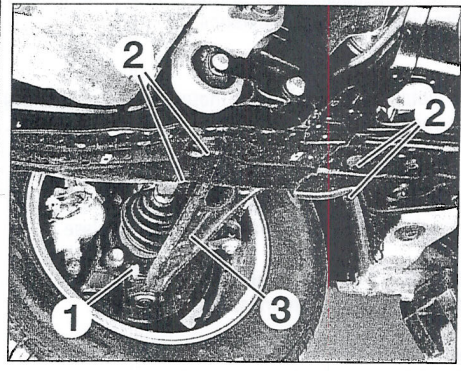

FIGURA 6-6
- Desmontar el perno de sujeción (1) del triángulo sobre la mangueta (**figura 6-6**).
- Desmontar los tornillos (2).
- Maniobrar el gato hidráulico hasta poder separar el triángulo (3).